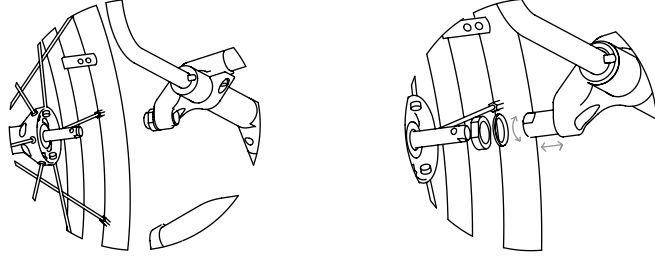

Figure 17.3 Ajustement du récepteur de l'essieu. Figure 17.4 Fixation de la roue à déchargement rapide.
- 3 Assurez-vous que la rondelle à ressort est en place entre le contre-écrou et la plaque de l'essieu. Une fois que l'emplacement est sélectionné, réappliquez du Locite sur l'écrou de $\frac{3}{4}$ -16 et serrez-le pour fixer l'emplacement. (Voir la figure 17.3)